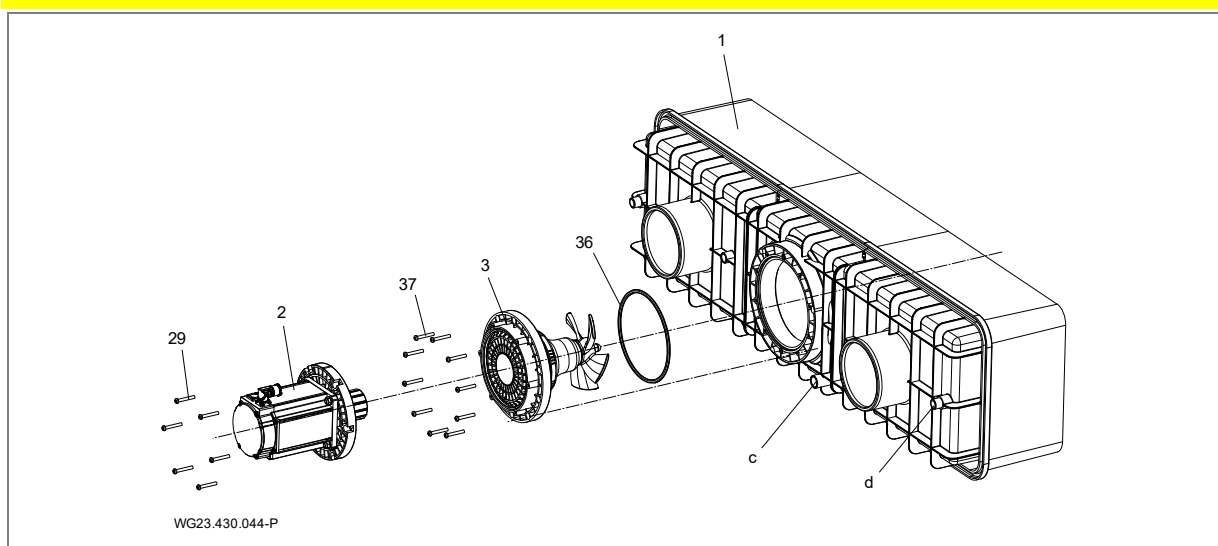

Рис. 16
1. Штуцер для подключения (d, См. "Рис. 16" на стр. 22) на пластиковом корпусе (1) и гнездо для подключения защитного кабельного шланга (12) обработать очистителем для PVC-U/ABS.